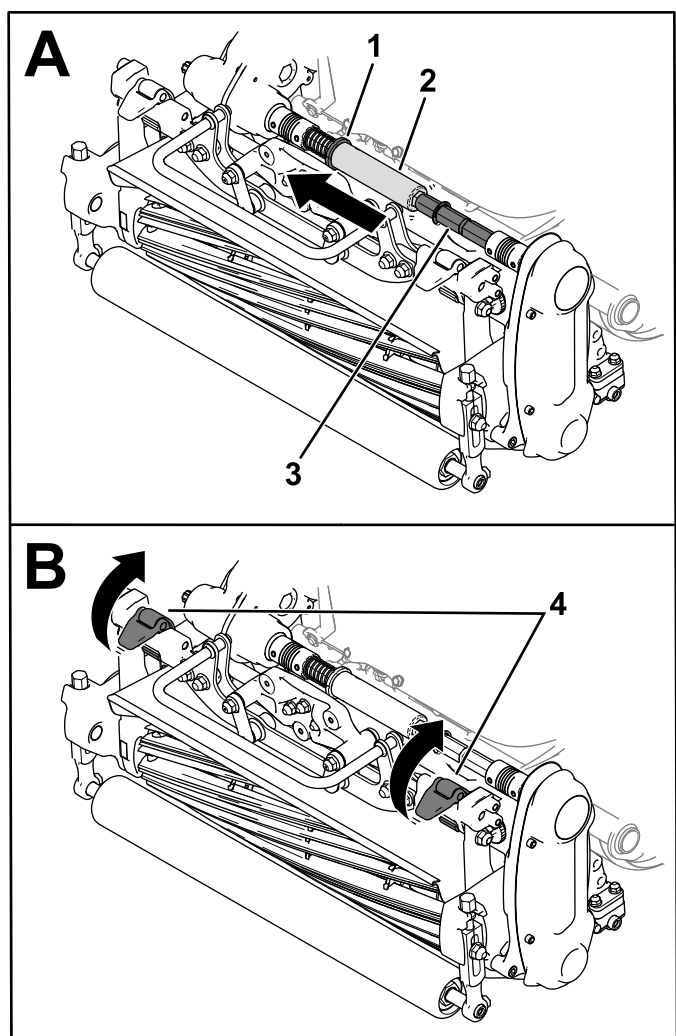

Figura 40
3. Mova o anel (Figura 40) para a ranhura da união da unidade de corte.
4. Deslize o tubo hexagonal para fora do veio da união da unidade de corte (**Figura 40**).
5. Mova os trincos da suspensão para cima para libertar a unidade de corte da máquina (**Figura 40**).